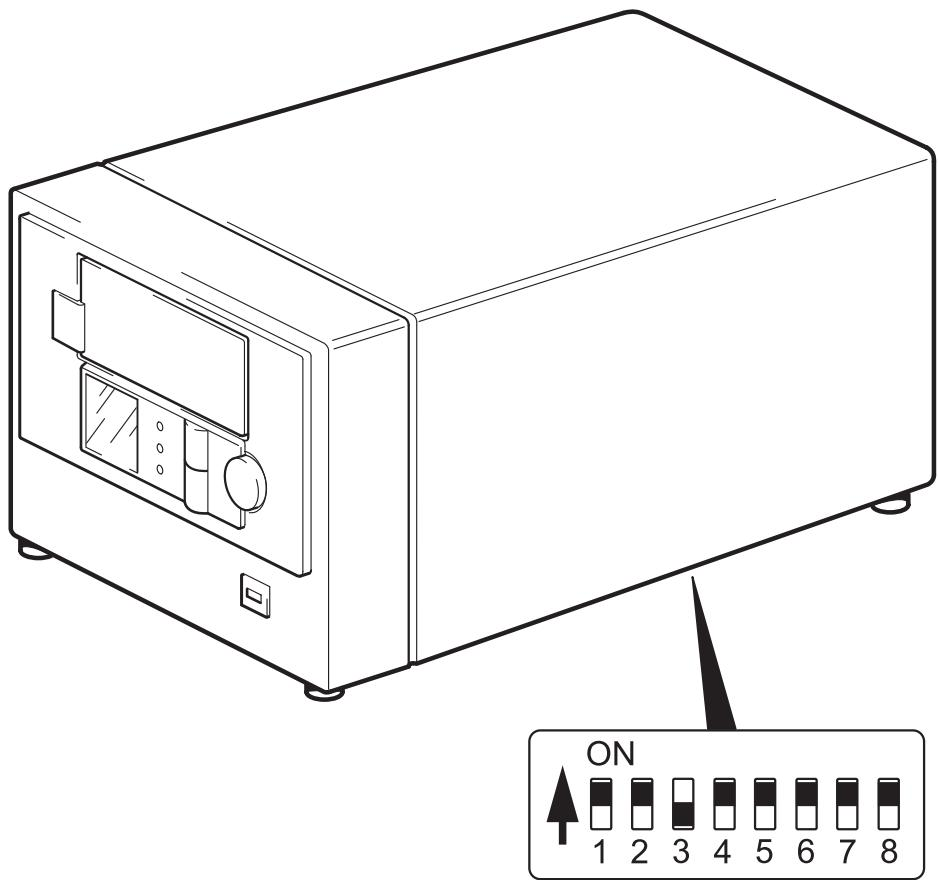

Figure 5 : réglage des interrupteurs de configuration (UNIX)
- 2 Si votre configuration UNIX l'exige, modifiez la position des interrupteurs de configuration situés sous le chargeur automatique : les réglages par défaut sont indiqués à la figure 5.